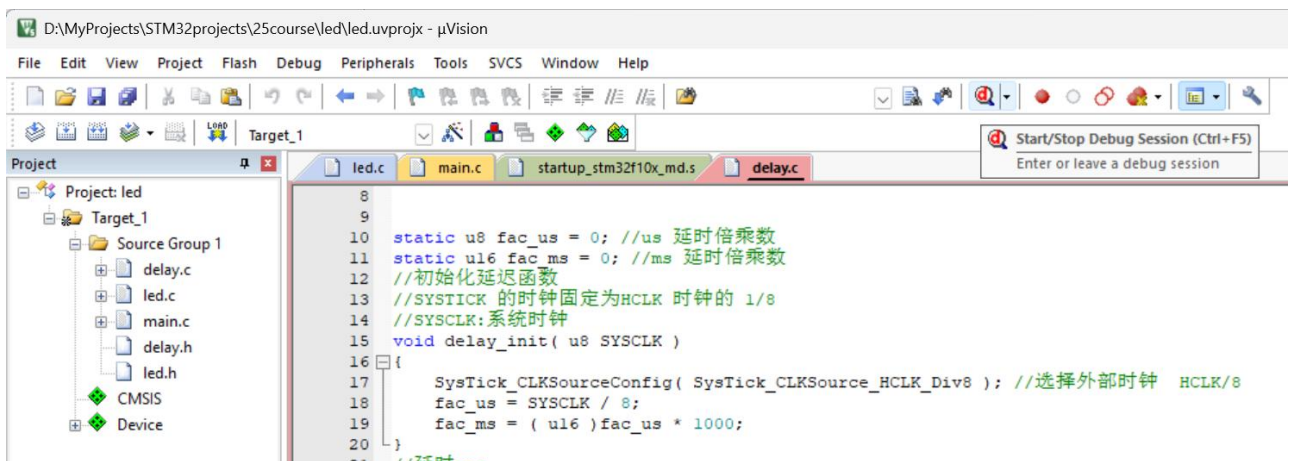

图 1-12 调试程序
- 5) （可选）下载完后可以点击 Debug 让程序进入调试模式，如图 1-12 所示；